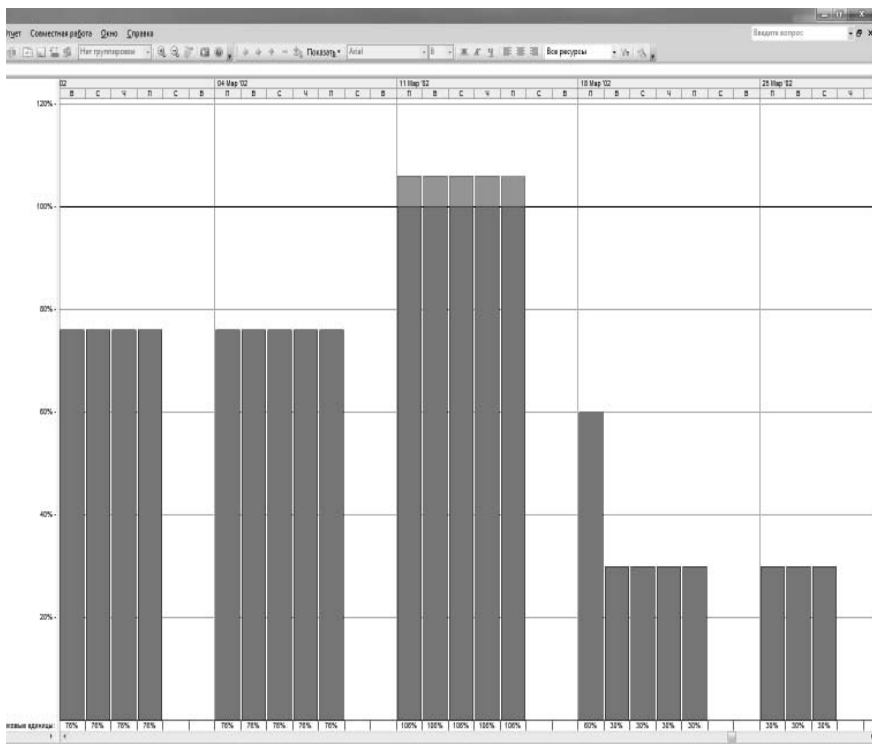

Рис. 22. Приклад відображення перевищення доступності
3. Вибираючи ресурс, Ви можете відстежувати перевантаження цього ресурсу за допомогою стовпчастої діаграми (рис. 22).
3. Вибираючи ресурс, Ви можете відстежувати перевантаження цього ресурсу за допомогою таблиці (рис. 22).